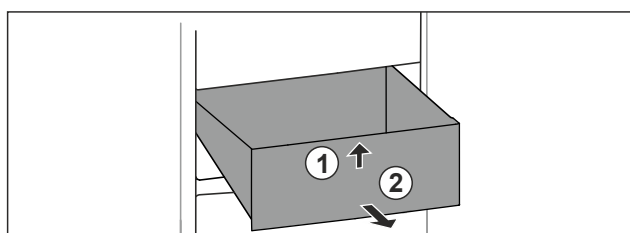

Fig. 64
- ▶ Nadzvedněte zásuvku vpředu. Fig. 64 (1)
- ▶ Vyjměte zásuvku dopředu. Fig. 64 (2)